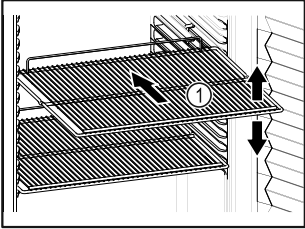

Fig. 55
- Sovita siirrettävät rivilatasot Fig. 55 (1) korkeuden mukaan.